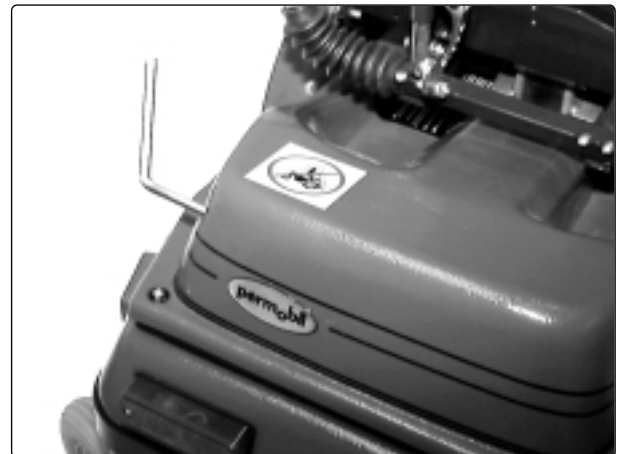
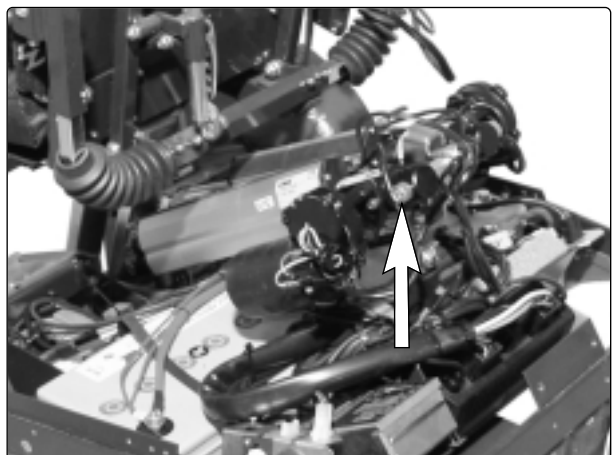

Abb. 5. Sitzhöhenverstellung entriegeln
Abb. 6. Sitzhöhenverstellung entriegeln
2. Schrauben Sie das Stellglied mit dem mitgelieferten Spezialschlüssel los, siehe Abb. 5. Auf Abb. 6 ist die Halterung des Stellglieds ohne Abdeckung zu sehen.